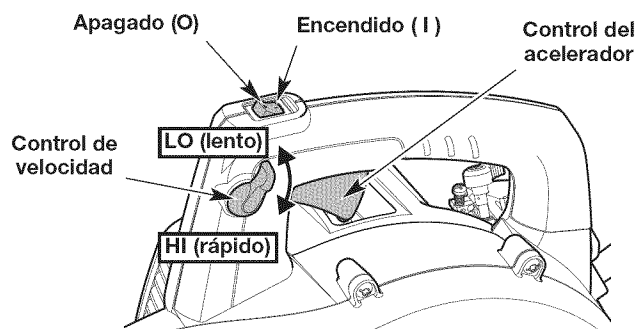

Fig. 3
NOTA: No es necesario encender la unidad. El interruptor de encendido/apagado está en la posición ENCENDIDO (I) en todo momento (Fig. 3).
4. Mueva el control de crucero a la posición **LO (lento)** (Fig. 3).
NOTA: Mantenga el control de crucero en posición **LO (lento)** y **NO** presione el control del acelerador hasta el paso 9 (Fig. 3).
8. **NO** apriete el control del acelerador. Ponga el motor en una marcha lenta durante 5 a 10 segundos. Si la unidad se detiene durante este momento: Apriete y mantenga oprimido el control del acelerador o mueva el control de crucero a la posición **HI (rápido)** (Fig. 3). Tire de la cuerda de arranque con un movimiento controlado y firme hasta que arranque la unidad.
9. Apriete y mantenga oprimido el control del acelerador o mueva el control de crucero a la posición **HI (rápido)** (Fig. 3). Deje que el motor se caliente durante 30 a 60 segundos.
2. Oprima y mantenga apretado el interruptor de encendido/apagado en la posición **APAGADO (O)** hasta que el motor se pare por completo (Fig. 3).
- Use el control de velocidad para facilitar la operación continua (Fig. 3).